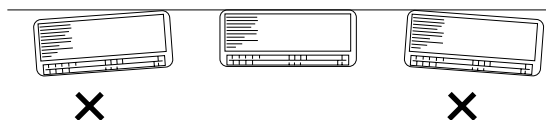

Abb. 3-83
- (2) Zusätzlich mit Hilfe einer Wasserwaage oder eines Messbands sicherstellen, dass die Rückwand horizontal positioniert ist. Dies ist für den vorschriftsmäßigen Einbau der Einheit wichtig. (Abb. 3-83)
- (3) Sicherstellen, dass die Rückwand mit der Wand bündig ist. Jeglicher Abstand zwischen Einheit und Wand verursacht Geräusche und Vibrationen.